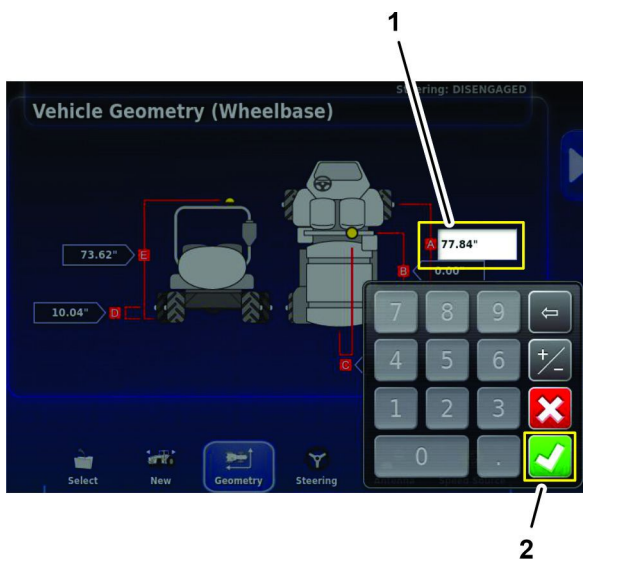

Bild 189
1. Tippen Sie auf das Symbol Mittellinie Vorder- und Hinterachse (A), geben Sie über die Bildschirmtastatur die Messwerte ein, die Sie im Formular der Fahrzeuggeometrie von Messung der Fahrzeuggeometrie \(Seite 87\) aufgenommen haben, und tippen Sie auf das Bestätigen-Symbol (Bild 189).